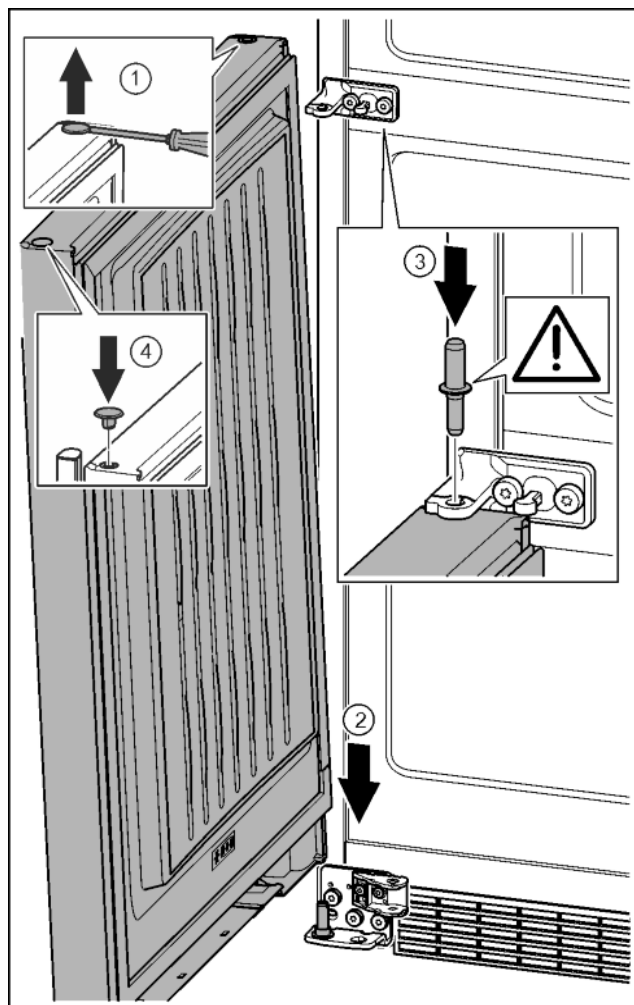

Fig. 40
- Odvijačem s ravnom glavom oprezno podignite čep i izvadite ga. Fig. 40 (1)
- Stavite vrata odozgo na donji svornjak ležaja. Fig. 40 (2)
- Umetnite srednji svornjak ležaja kroz srednji podložak ležaja u donja vrata. Pri tome pazite da je ispušćenje za blokiranje okrenuto prema otvora. Fig. 40 (3)
- Ponovo umetnite čep na drugoj strani vrata. Fig. 40 (4)